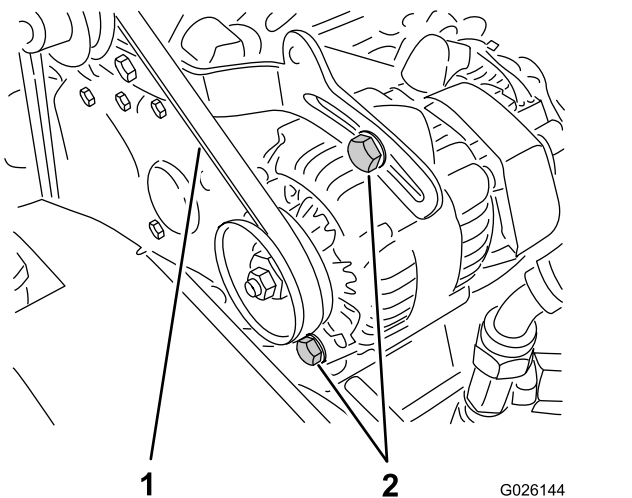

Рисунок 58
2. Проверьте натяжение, надавив на ремень посередине между шкивами коленчатого вала и генератора с усилием 10 кг (Рисунок 58).
А. Ослабьте 2 болта крепления генератора (Рисунок 58).
В. С помощью рычага поверните генератор до достижения требуемого натяжения ремня, после чего затяните болты крепления (Рисунок 58).